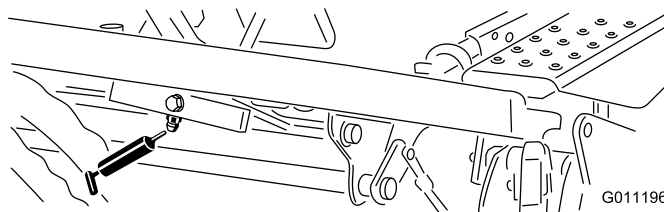

Figura 29
- Articulação de corte e elevação (Figura 29).